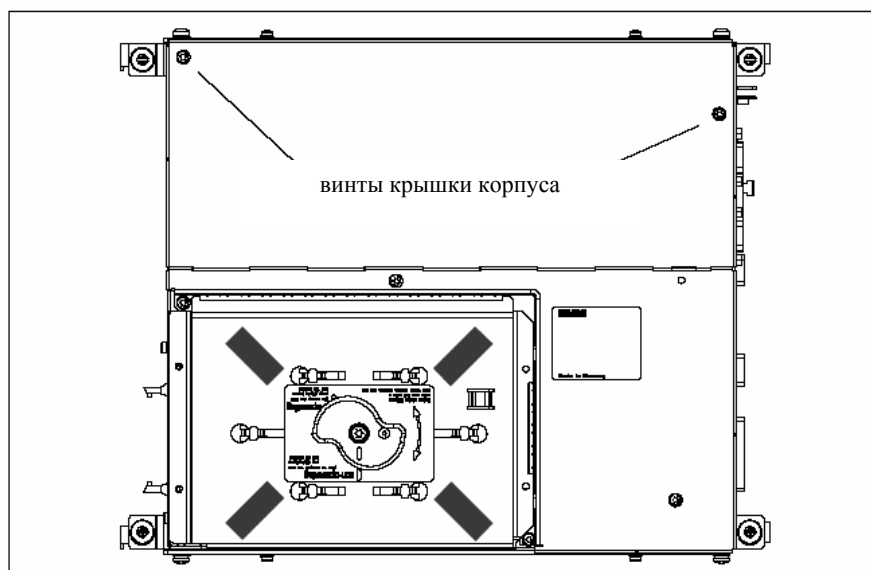

Рис. 2-2 Крышка корпуса PCU 50
4. Открутить винты крышки корпуса (рис. 2-2) и открыть корпус ВУ с соблюдением общих мер безопасности.